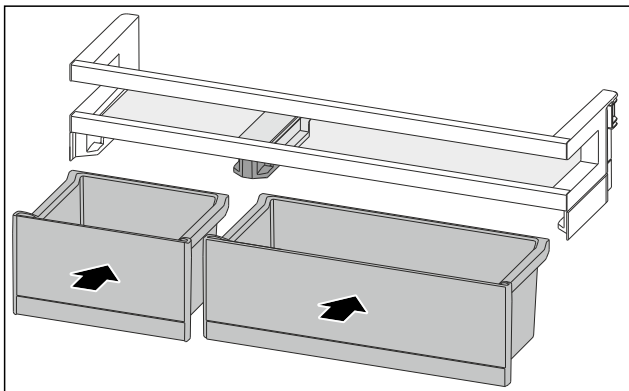

Fig. 163
- ▶ Вставте контейнери VarioBox у змінні положення. (див. Fig. 163)